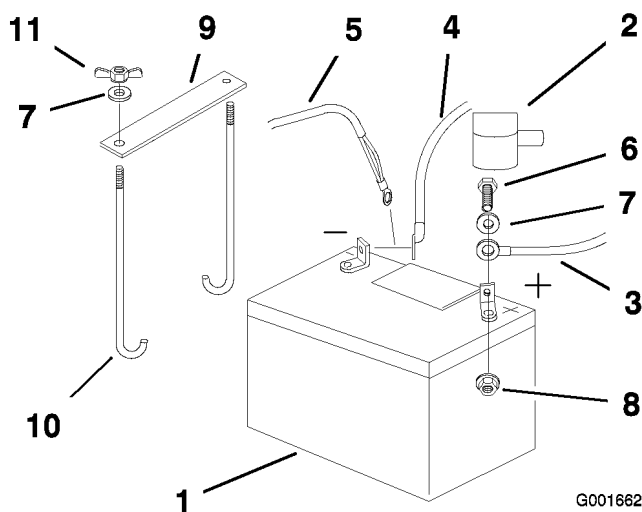

Figure 40
4. Commencez par débrancher le câble négatif et le câble de masse de la borne négative (-) de la batterie (Figure 40).
5. Ôtez le capuchon rouge de la borne positive (rouge) de la batterie. Débranchez ensuite le câble positif (rouge) de la batterie (Figure 40).
- Retirez les deux écrous à oreilles (1/4 inch) de fixation de la barrette de maintien de la batterie (Figure 40).
- Placez la batterie dans son support en tournant les bornes vers le moteur (Figure 40).
- Fixez les câbles avec 2 boulons (1/4 x 3/4 po), 2 rondelles (1/4 inch) et 2 contre-écrous (1/4 inch) (Figure 40).
- Fixez la batterie en position avec les boulons en J, la barrette de maintien et 2 rondelles (1/4 inch), ainsi que 2 écrous à oreilles ((1/4 inch)) (Figure 40).